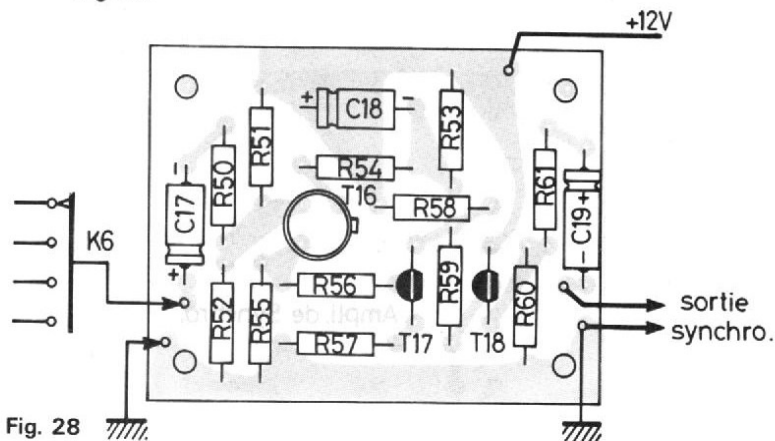

Fig. 28
- figure 28 : amplificateur de synchronisation, côté « composants ».